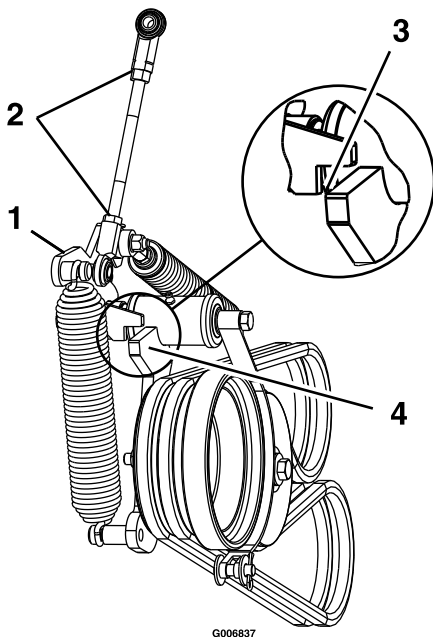

Figure 58
13. Desserrez les écrous de blocage et réglez la tringlerie jusqu'à ce que le haut du bras de la poulie de tension soit aligné sur le bas du cran du bras de tension, comme montré à la Figure 58.